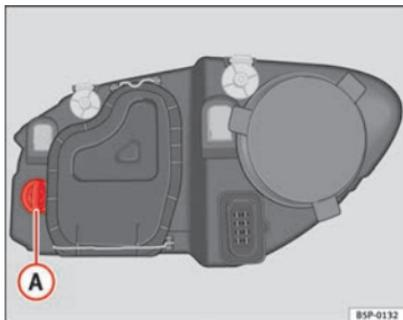

Abb. 179 Glühlampe für Blinker
- Den Lampenträger ⇒ Abb. 179 **A** nach links drehen und ziehen.